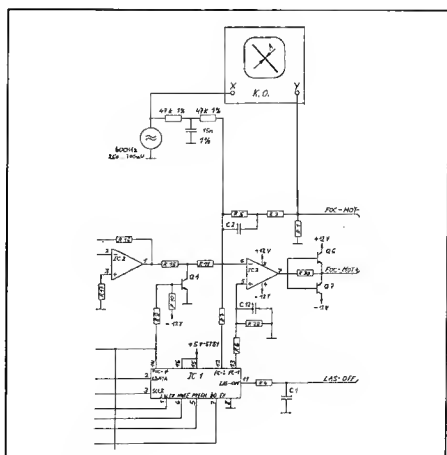

Fig. 4.16
- NF- Generator an X- Eingang eines Oszilloskopes und ueber ein R-C-R- Glied (gem.Fig. 4.16) an Pin 6 von IC2 (auf 1.769.310/315) anschliessen ($f = 600\text{Hz} \pm 5\text{Hz}$, $U = 250 \dots 300\text{mV RMS}$).